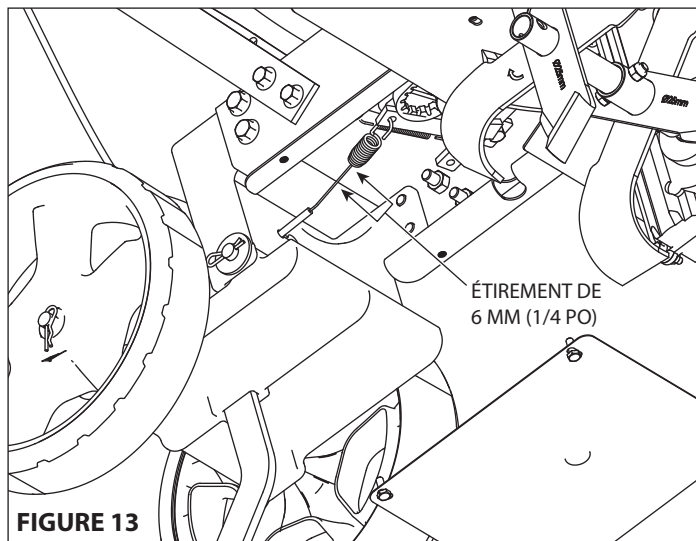

FIGURE 13
4. Abaisser le levier de commande de sécurité de l'entraînement et mesurer la longueur du ressort à l'état allongé. La longueur idéale est de 6 mm (1/4 po). **VOIR FIGURE 13**